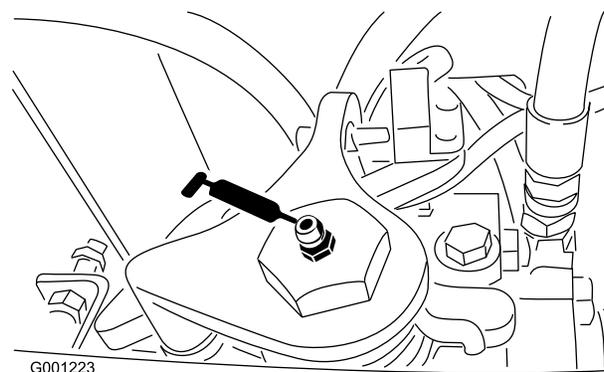

図 41
- ・ トランスミッションのニュートラルシャフト (図 41)